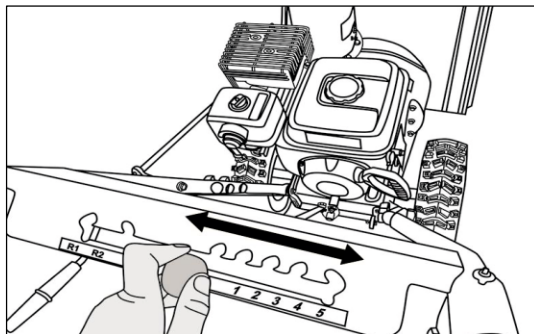

Рис. 32
1. Включите необходимую скорость, для этого используйте специальный рычаг, расположенный на панели управления. (Скорости, обозначенные буквой R – назад) (рис. 32).